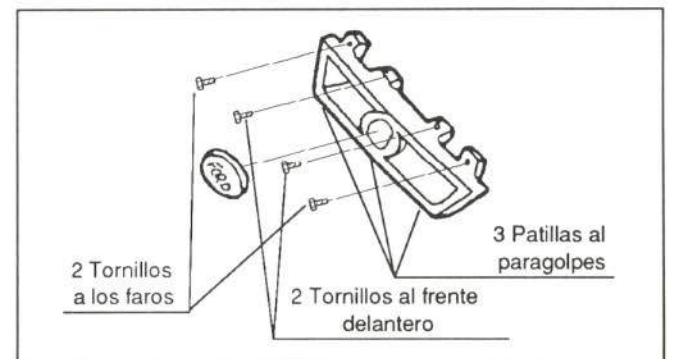

Figura 13.- Fijación de la rejilla
En la figura 13 se muestra su fijación. El anagrama de la marca, que se comercializa por separado, va pegado a la rejilla.
- Rejilla frontal (figura 13).